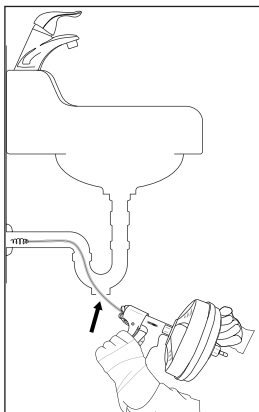

Fig. 1
- Ved andre vaskekummer skal en renseprop eller en vandlås eventuelt fjernes (se fig. 1). Stil altid en beholder under renseåbningen eller under vandlåsen til opsamling af udløbende vand.